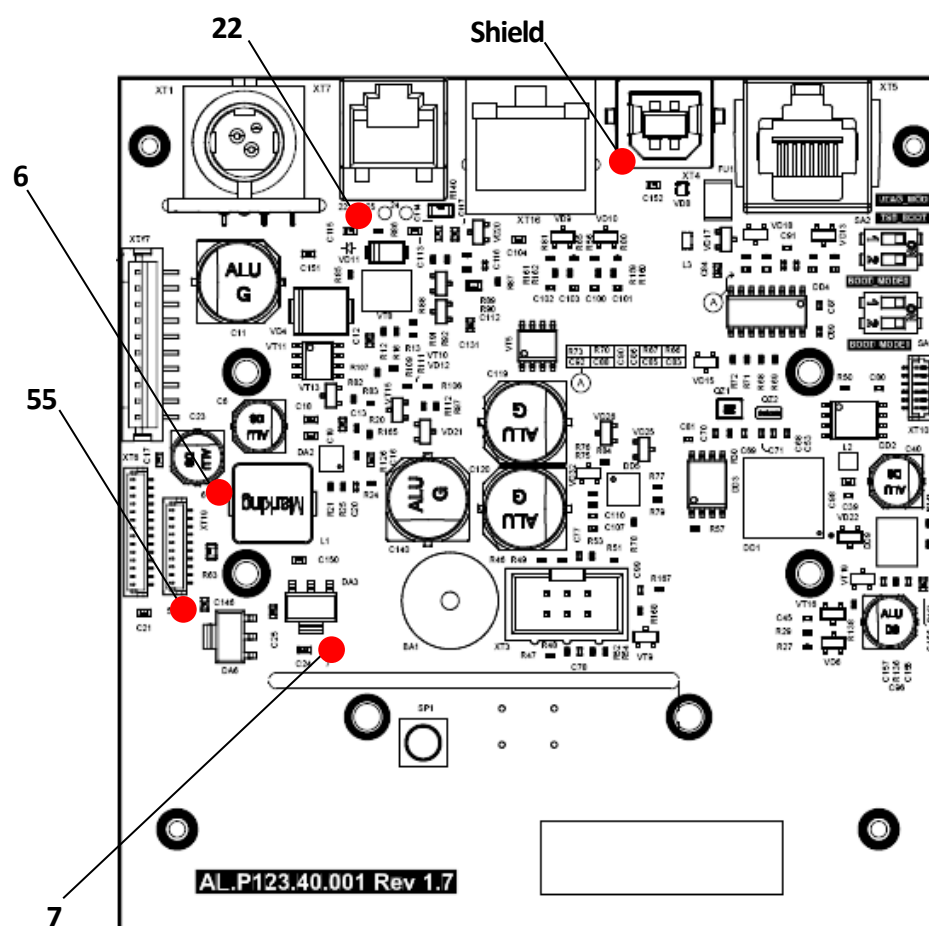

Рисунок 19. Контрольные точки блока управления изделия AL.P123.40.000 (вид сверху TOP).
2. Проверить при помощи мультиметра напряжение между контрольными точками **GND** и **22** (рисунок 19). Напряжение должно составлять **24,0В ± 2В**.